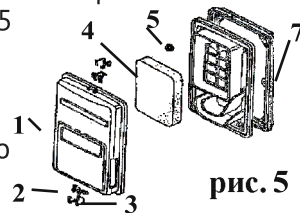

рис. 5
- снимите крышку воздушного фильтра (рис.5 поз.1), открутив два винта-барашка;
- извлеките и осмотрите воздушный фильтр (рис.5 поз.4);